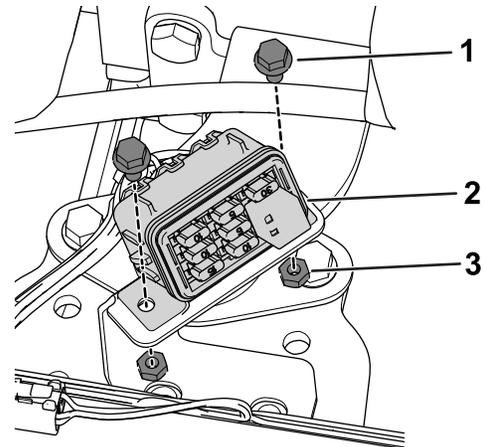

Figure 16
3. Avec 2 boulons à embase (M6) et 2 contre-écrous (M6), fixez le porte-fusibles à son support (Figure 16).